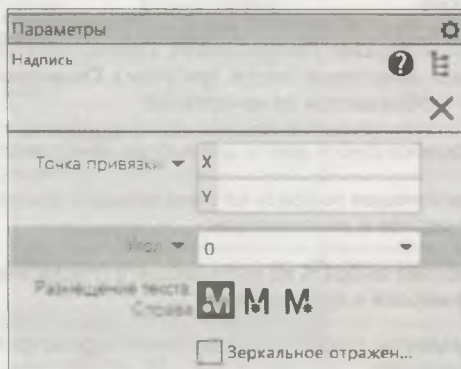

Рис. 13.1. Панель
- щелкните ЛК мыши по кнопке **Надпись** — на панели **Параметры: Надпись** (рис. 13.1) появляются элементы управления размещения размерной надписи (табл. 13.1);